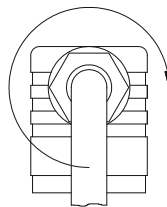

Fig. 11
- ✚ Pousser l'intérieur ⑧ jusqu'à encliquetage dans la boîte de raccordement ②.
- ✚ Enfiler la vis centrale ⑥ dans la boîte de raccordement ② et serrer le passe-câble à vis ⑤ M16x1,5 (⇒ Fig. 11).